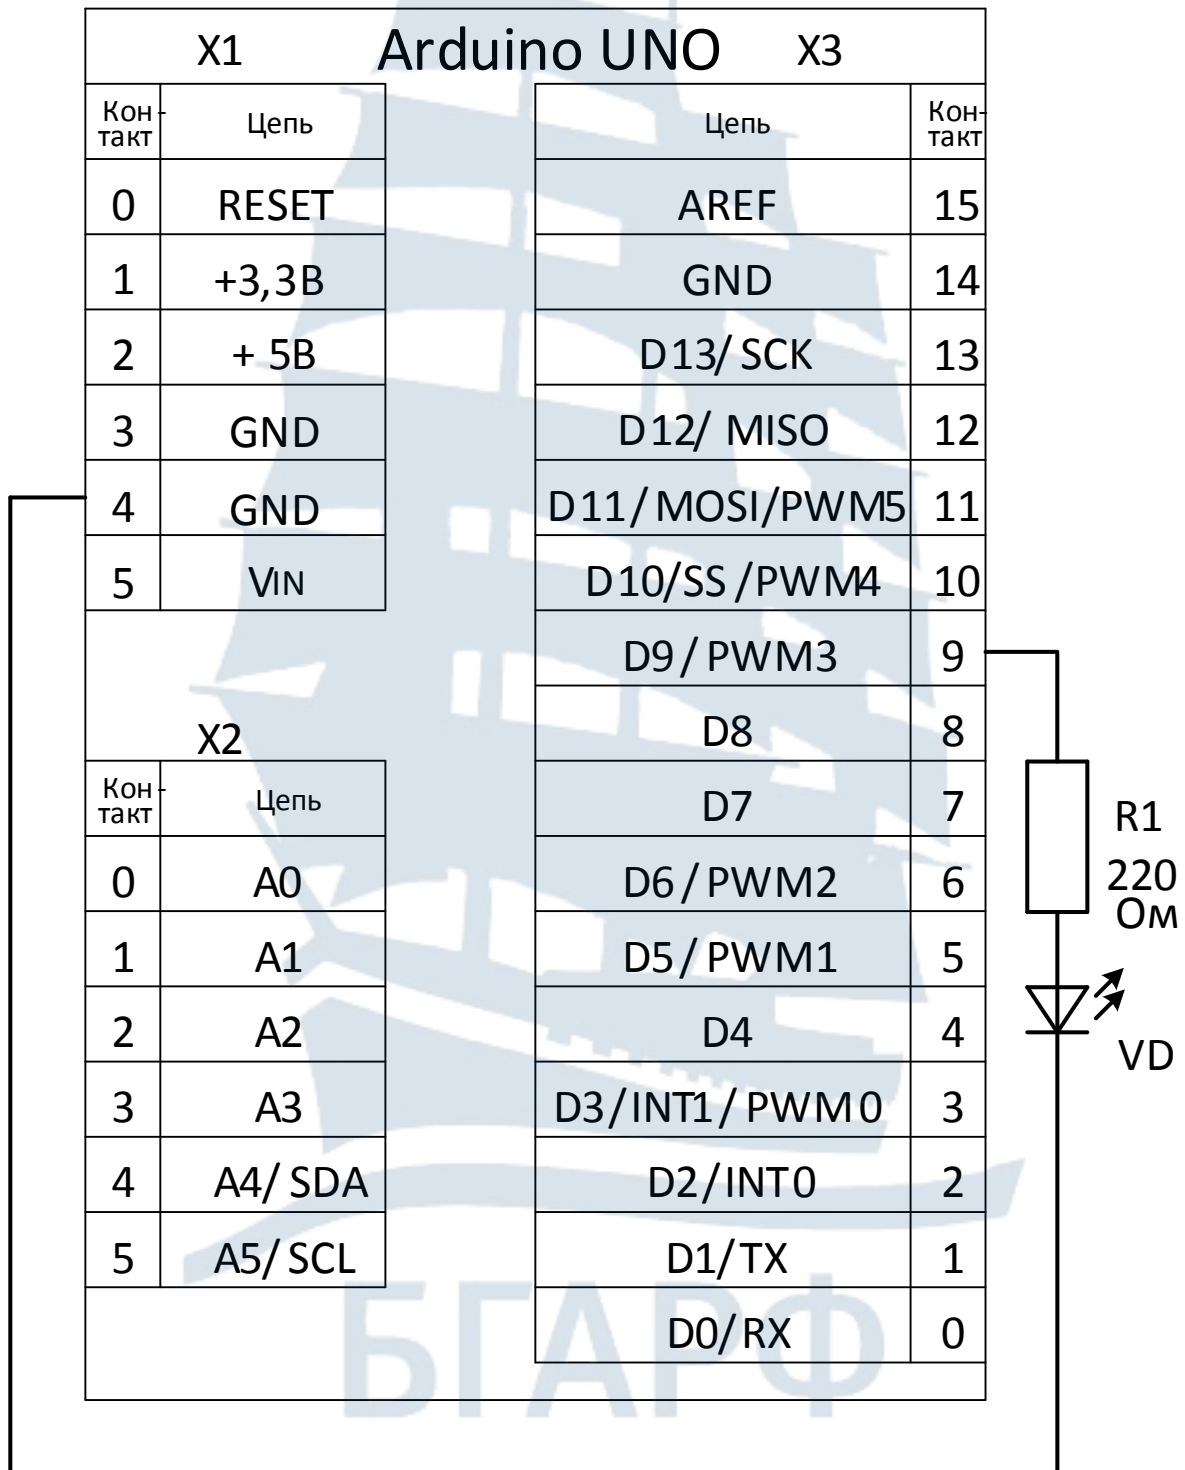
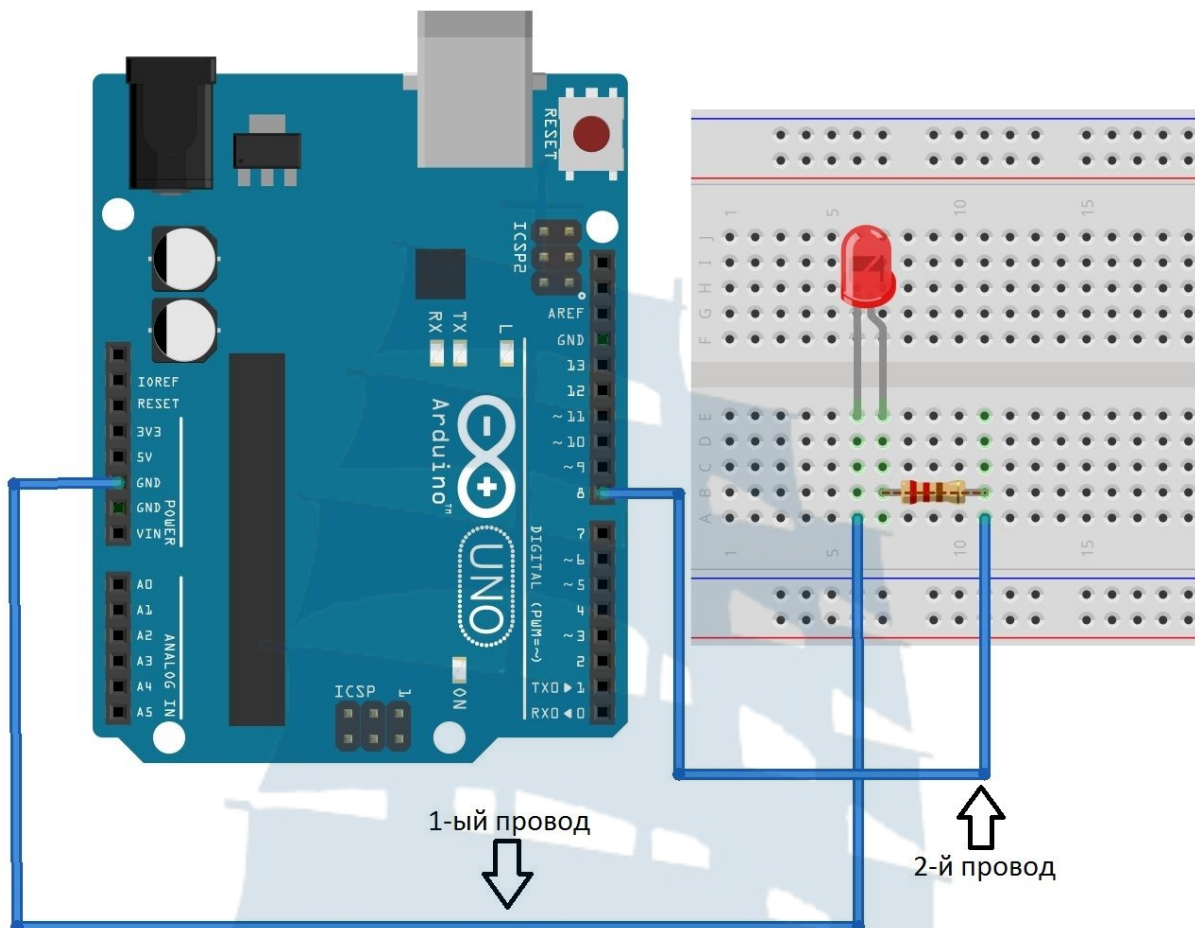

Рис. 2.2. Принципиальная схема для управления одним светодиодом
Рис. 2.3. Схема подключения светодиода на Arduino
Электронные компоненты устанавливаются в гнезда макетной платы и соединяются с платой Arduino соединительными проводами с наконечниками. Например, схема, предназначенная для управления светодиодом, которая будет изучаться в лабораторной работе (рис. 2.2), будет собираться способом, представленном на рис. 2.3.
1. Собрать схему управления светодиодом (рис. 2.2).